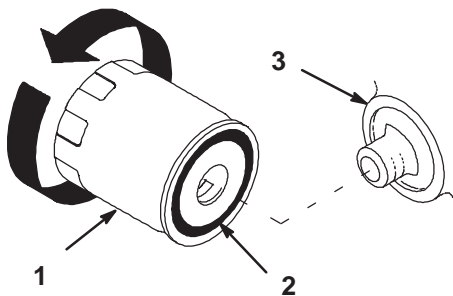

Figure 43
2. Déposez le filtre à huile usagé et essuyez la surface du joint de l'adaptateur (Fig. 43).
4. Appliquez une fine couche d'huile neuve sur le joint en caoutchouc du filtre de rechange (Fig. 43).
5. Posez le filtre à huile de rechange sur l'adaptateur. Tournez le filtre dans le sens horaire jusqu'à ce que le joint en caoutchouc touche l'adaptateur, puis donnez 1/2 tour supplémentaire (Fig. 43).